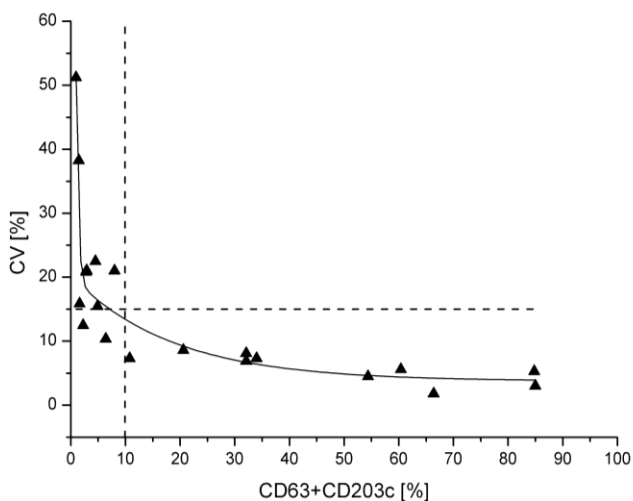

Figure 5: profil de précision
**Précision** : un profil de précision est calculé à partir d'échantillons sanguins stimulés de diverses façons (n = 20). Chaque échantillon est incubé 12 fois avec le tampon de stimulation ou le contrôle de stimulation, avant d'être analysé par cytométrie en flux. Les résultats sont exprimés sous forme du coefficient de variation (%CV) et tracés en fonction du pourcentage d'activation (CD63 + CD203cpos). Le profil de précision est illustré par la Figure 5. Pour une activation des basophiles supérieure à 10 %, le CV est inférieur à 15 %.